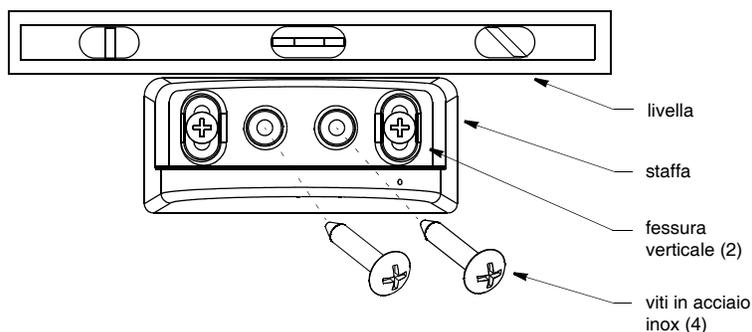

Figura 1. Montaggio della staffa
1. Nel punto scelto per il montaggio, disegnate una linea orizzontale utilizzando una livella (vedi Figura 1).